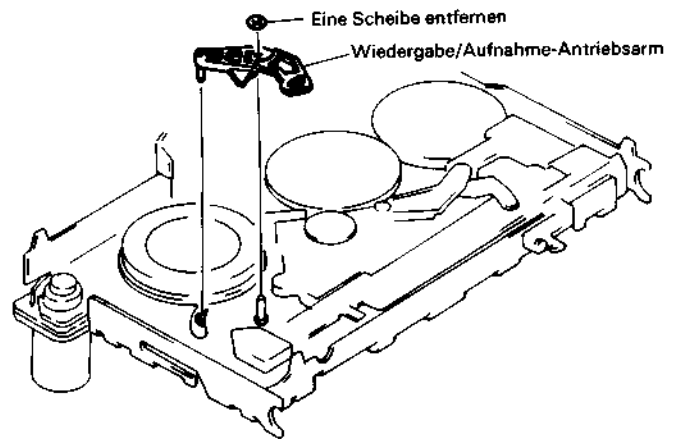

Abb. 2.94 Ausbau des PB/REC Antriebsarmes
Ausbau des PB/REC Antriebsarmes (Abb. 2.94)
2. Eine (1) Scheibe abnehmen und den PB/REC Antriebsarm herausziehen (siehe Abb. 2.94).
4. Die Nocken Zahnradarme (1) und (2) ausbauen (siehe Abb. 2.94).
3. Den PB/REC Antriebsarm ausbauen (siehe Abb. 2.94).
6. Den Wiedergabe/Aufnahme-Antriebsarm entfernen (siehe Abb. 2.94).